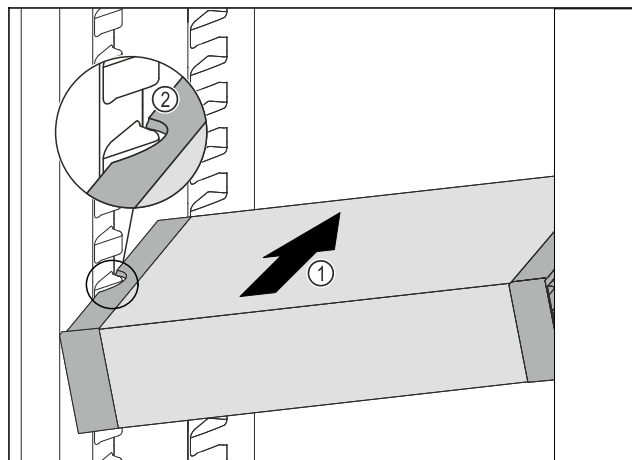

Fig. 31
- Вставити VarioSafe під кутом в охолоджувальне відділення Fig. 31 (1), доки бокові поглиблення Fig. 31 (2) VarioSafe не будуть на рівні ребра для резервуара в охолоджувальному відділенні.